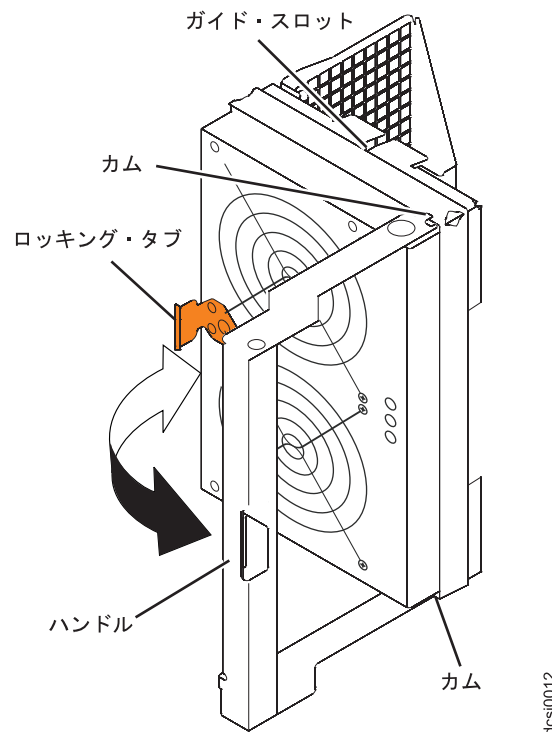

図 86. ファン・アセンブリーの取り外し
- a. ストレージ拡張エンクロージャーの背面で、ファン・アセンブリー・ハンドルを所定の位置に保持しているロッキング・タブを押して、ファン・アセンブリー・ハンドルを手前に引き、ファン・アセンブリーを取り外します (図 86 を参照)。